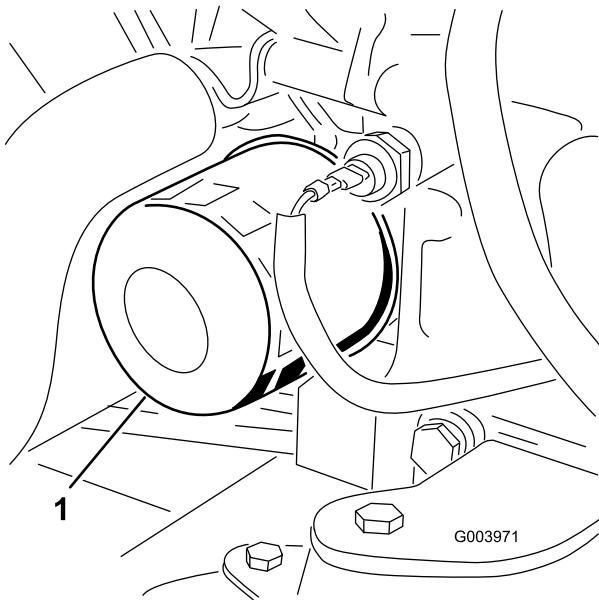

Bild 62
- Entfernen Sie den Ölfilter (Bild 62).